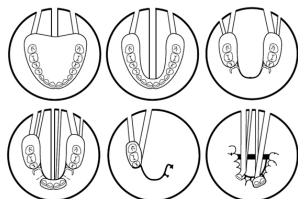

Figure 1. Spruing Techniques
- a. Maak of plaats gietgaten in de mal van hydrocolloïd of silicone zoals getoond in afbeelding 1.